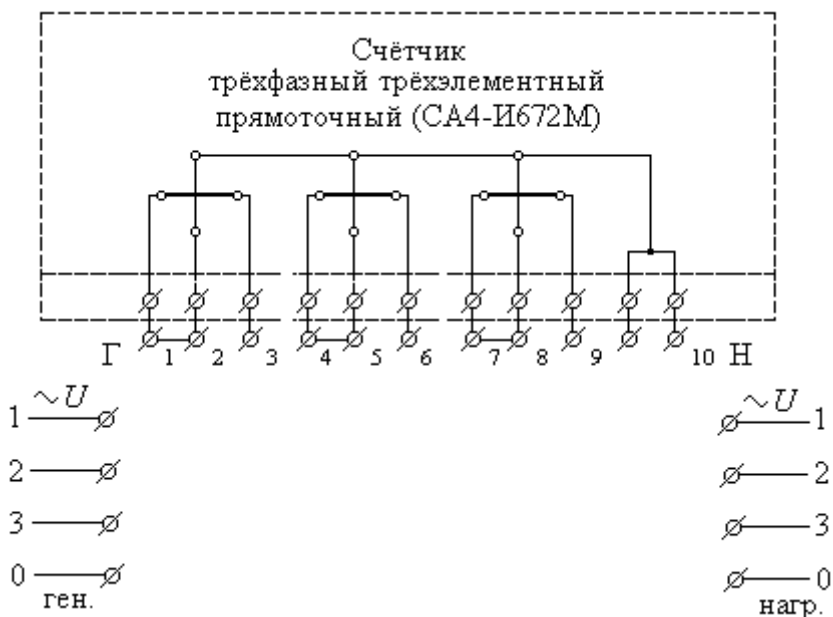

Рис. 1. Схема подключения счётчика
5. Дорисовать необходимые соединения в схеме подключения трёхфазного трёхэлементного индукционного счётчика в четырёхпроводную трёхфазную электрическую сеть (рисунок 1).